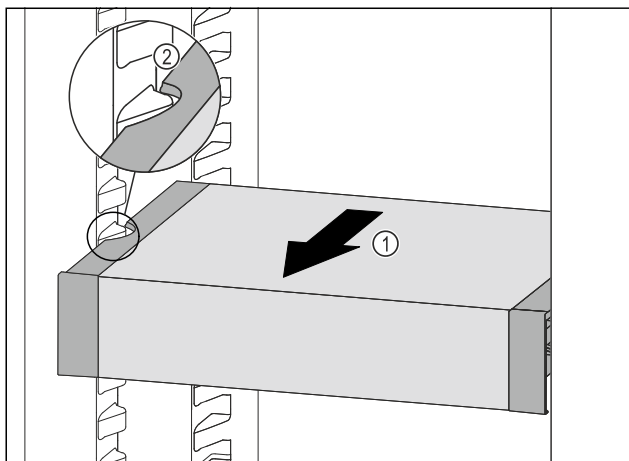

Fig. 131
- ▶ VarioSafe ťahajte dopredu Fig. 131 (1), kým sa bočné vybrania VarioSafe nebudú nachádzať vo výške rebra nádoby v chladničke. Fig. 131 (2)